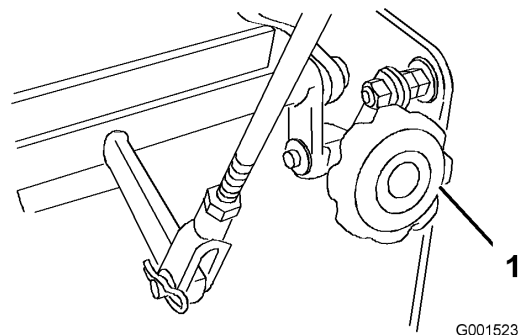

Figura 43
4. Si la unidad se desvía hacia un lado, gire el mando de ajuste de la dirección. Gire el mando a la derecha para dirigir la máquina hacia la derecha, y a la izquierda para dirigir la máquina hacia la izquierda (Figura 43).